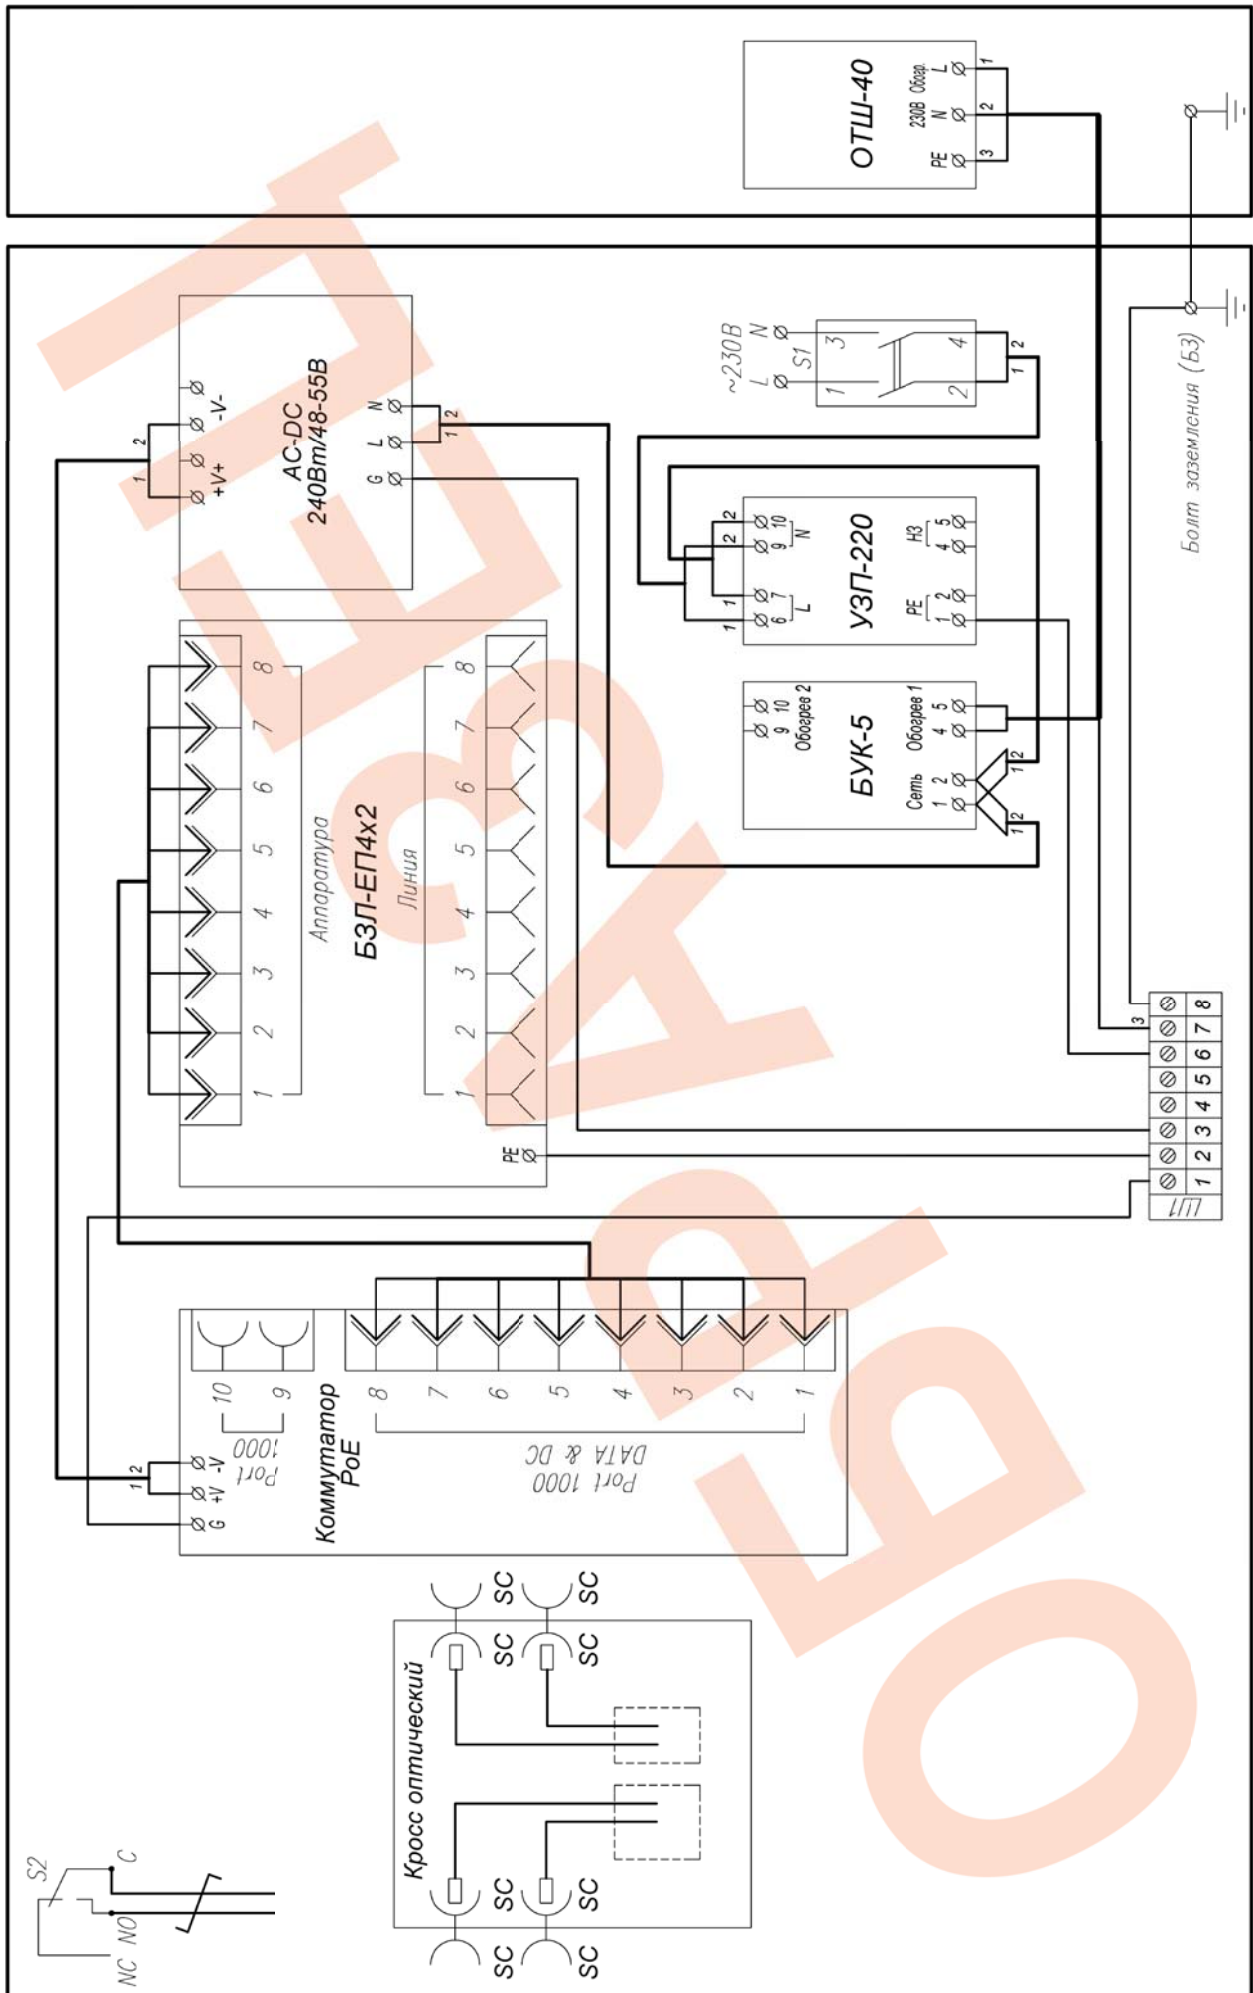

Рис.1 Схема электрическая принципиальная
1. Заземлить изделие при помощи болта заземления (БЗ) (рис.1).
6. Подключить кабель питания к входу автомата питания S1 (сечение подключаемых проводов до 25 мм², при этом фазный провод (L) соединить с контактом 1, нулевой провод (N) с контактом 3.